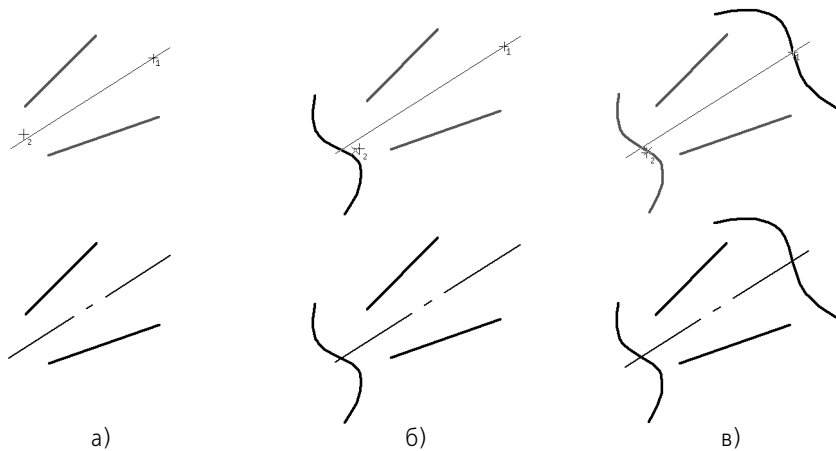

Рис. 27.36. Примеры построения автоосевой
2. Укажите начальную и конечную точки автоосевой (рис. 27.36, а).
Для задания границ автоосевой можно указывать кривые или вспомогательные прямые на чертеже. Границами осевой будут точки пересечения этих линий с прямой, содержащей биссектрису угла (рис. 27.36, б, в).